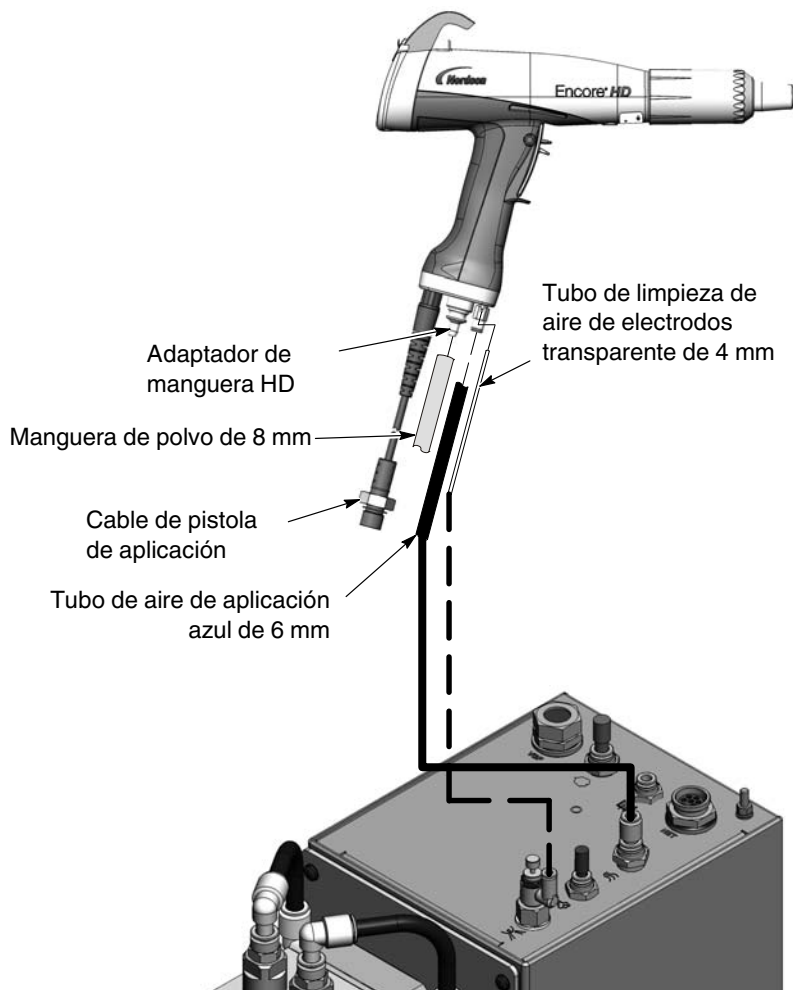

Figura 3-5 Conexiones de la pistola de aplicación
Ver la figura 3-5.
4. Ver la figura 3-5. Asegurarse de que la pistola de aplicación no está activada, conectar la alimentación del controlador del sistema. Las pantallas e iconos en la interfaz del controlador y en la interfaz de las pistolas deberían iluminarse.